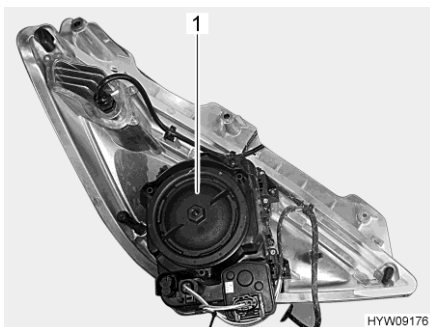

Bild 219 Framstrålkastare (baksida)
- Vrid höljet (Bild 219,1) moturs och tag bort det.
- Sätt tillbaka höljet (Bild 219,1) och dra fast medurs.